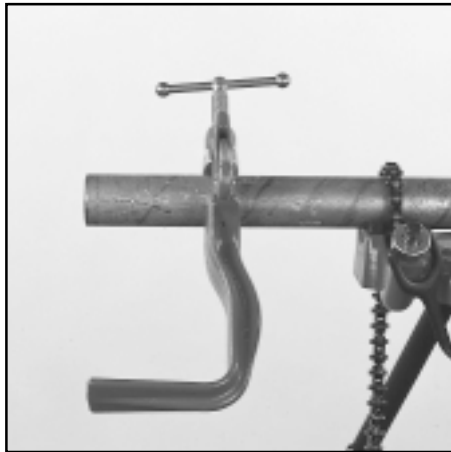

Fig. 3
- Placera stödarmen enligt fig. 5. Se noga till att änden på stödarmens pinne är i linje med rörets, samt att maskinen kommer att vara ungefär i horisontalläge vid arbete (se fig. 3 och 4).